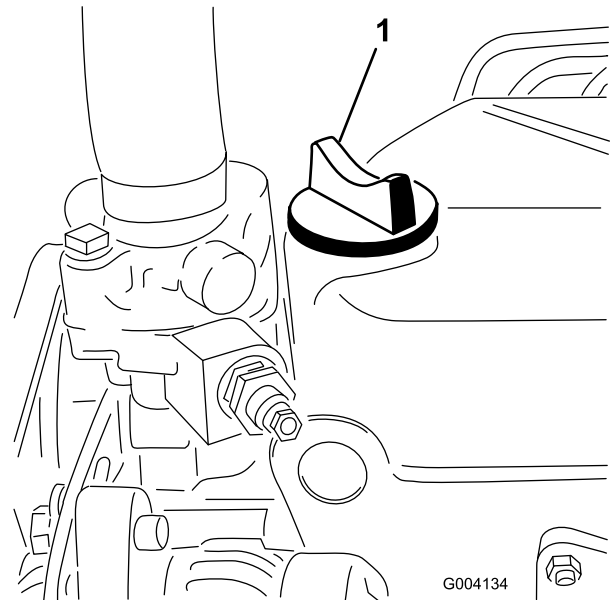

Figura 33
5. Si el nivel de aceite está por debajo de la marca Lleno, retire el tapón de llenado (Figura 33) y añada aceite hasta que el nivel llegue a la marca Lleno de la varilla.